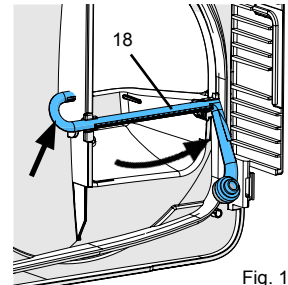

Fig. 11
- Aprire le chiusure del frontalino (9) e togliere il frontalino della squadramodelli.
- Togliere il tubo erogatore (18) facendo leva sulla parte ricurva e ruotandolo verso il retro (Fig. 11).